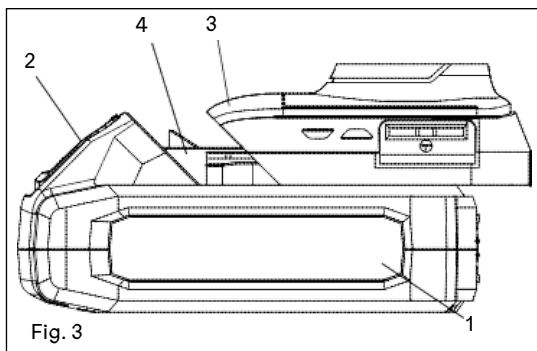

Fig. 3
1. Retirez la batterie (1) de la visseuse en appuyant vers le bas sur le bouton de dégagement de la batterie (2) et en faisant glisser la batterie vers l'arrière jusqu'à ce qu'elle soit retirée de la poignée de la visseuse (3) (Fig. 3).
2. Faites glisser la batterie entièrement chargée sur les clés correspondantes (4) dans la
**REMARQUE :** Voir la Fig. 3 pour une procédure complète.